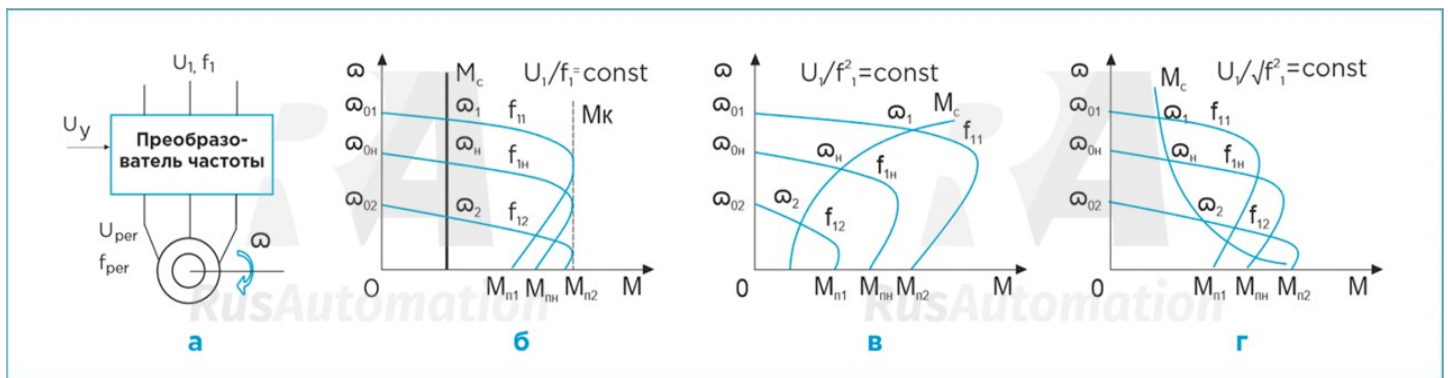
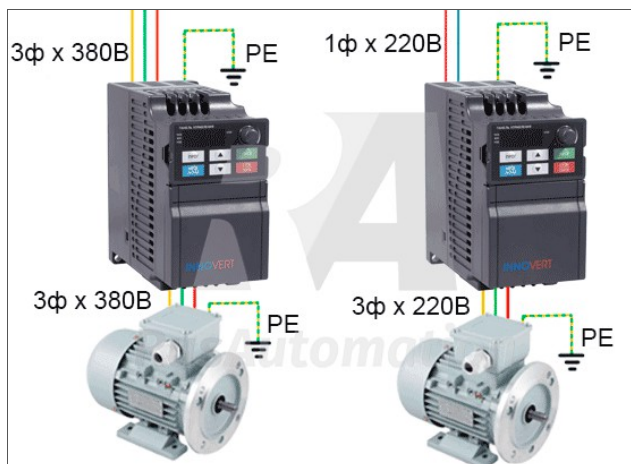

Рис. 3
Рис. 6
Для правильной организации управления асинхронным двигателем необходимо учитывать свойства нагрузки – зависимость момента сопротивления, создаваемого приводимым в движение механизмом, от скорости вращения. При любых изменениях момента нагрузки двигатель должен быть в состоянии его преодолеть. В противном случае, двигатель останавливается и попадает в режим короткого замыкания. На Рис. 3 (б, в, г) показаны несколько практических случаев изменения моментов нагрузки при изменении скорости движения и соответственного необходимого изменения частоты и амплитуды питающего напряжения двигателя. При изменениях частоты и амплитуды питающего напряжения по указанному на каждом из рисунков закону происходит необходимая соответствующая деформация внешней характеристики двигателя – зависимости скорости вращения от момента на валу $M = M(\omega)$.
Промышленные частотные преобразователи предназначены для работы как с трехфазными, так и однофазными сетями переменного тока. В отдельных случаях возможно использование постоянного питающего напряжения. Во всех случаях на выходе ПЧ трехфазное переменное напряжение: в случае питающей трехфазной сети – выходная система напряжений такая же; в случае питания от однофазной сети – на выходе трехфазное напряжение 220 В. Подключение двигателя иллюстрируется на Рис. 6.
- **РИСУНКИ 1, 2, 4, 5, 6 ПОЛНОСТЬЮ ПРЕДСТАВЛЯЕМ, РИСУНОК 3 МОЖНО ТОЛЬКО ЗА!!! РИСУНОК 6 РИСУЕМ ПРЕОБРАЗОВАТЕЛИ КВАДРАТ, ДВИГАТЕЛИ ОКРУЖНОСТЬ.**